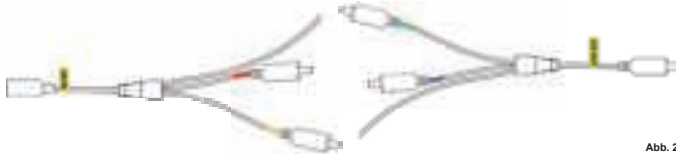

Abb. 2
- Stellen Sie sicher, dass das Sensorkabel hinter der Treppe richtig positioniert ist. Das Kabel hat an jedem Ende drei Stecker; Der Anschluss mit der Bezeichnung "AD IN" (siehe Abb. 2) wird mit dem Netzadapter verbunden, der Anschluss mit der Bezeichnung "LED OUT" wird mit dem Hauptkabel (mit T-Steckern) verbunden. Je nachdem, wo sich die Netzversorgung befindet (unten oder oben auf der Treppe), muss das Sensorkabel in dieser Richtung verlegt werden, damit die Anschlüsse mit den Beschriftungen übereinstimmen.